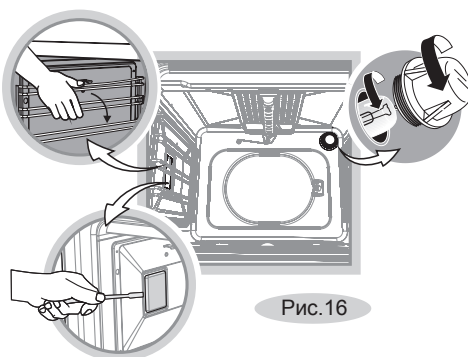

Рис.16
- Открутите стеклянный плафон (рис. 16)
- Плафон боковой подсветки, при наличии, снимается с небольшим усилием. (рис. 16)